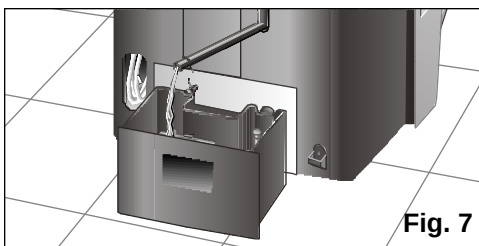

Fig. 7
- ❑ En caso de que sea necesario inclinar el equipo para facilitar su transporte habrá que vaciar el agua que se encuentra en el depósito interno del mismo sacando de su alojamiento el tubo de desagüe y desmontando el tapón, **Fig. 7** para evacuar el agua generada. Una vez vaciado el depósito, no olvide colocar tapón y tubo en su alojamiento.